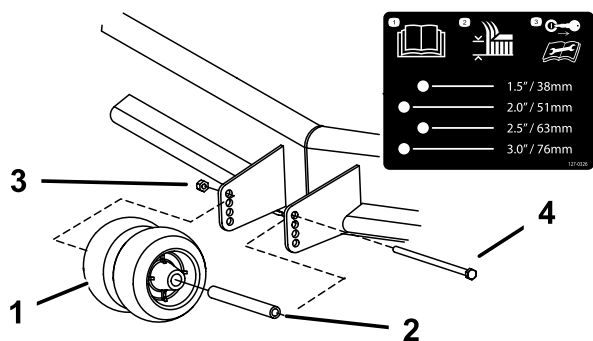

Figure 13
3. Réglez les galets anti-scalp comme montré à la Figure 13.